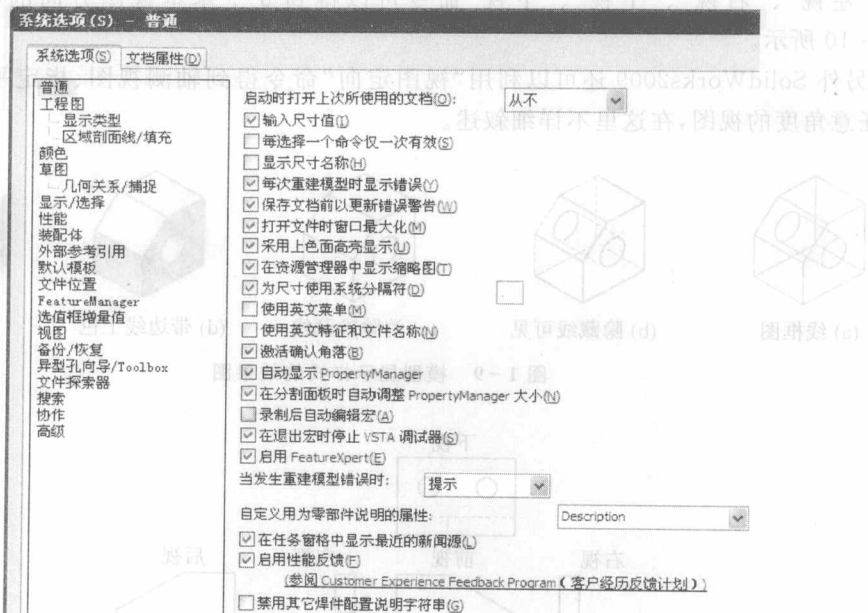

图 1-11 “系统选项”选项卡
(1) 单击菜单“工具”|“选项”命令,弹出“系统选项”对话框,切换到“系统选项”选项卡,如图 1-11 所示。
(2) 单击“普通”选项,选中下列选项。